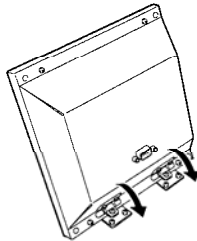
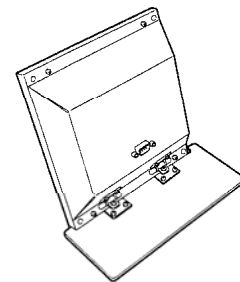

図 2
図 3
- (5) 操作パネル用目隠し板をねじ4個で固定します
- (6) 取り出した操作パネルに操作パネル取付台を取り付けます。取付は、ヒンジを開いた状態で行います。(図2、図3)
- (7) 付属の六角ナットを操作パネルのねじに取り付けます。
- (8) 付属のケーブルにて操作パネル背面のコネクタと本体背面パネルの CONTROLLER コネクタ (3.2項参照) とを接続します。
- (9) セパレートでお使いの場合は付属のキャップ (小) は使用しません。
- (10) 操作パネルを使用し易い角度に調整して、ご使用下さい。